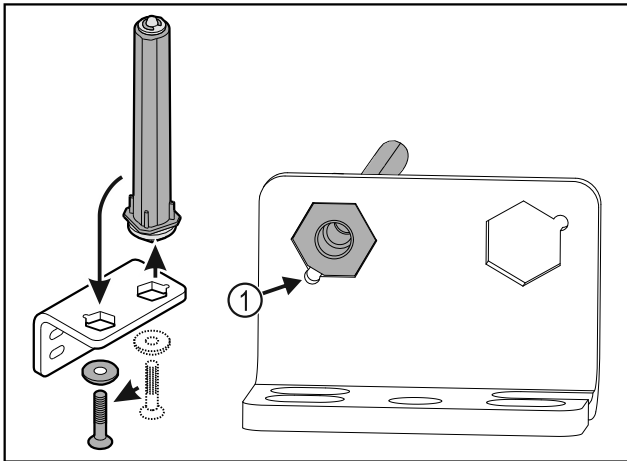

Fig. 31
- ▶ При поставянето внимавайте за това, скосяването на болта Fig. 31 (1) да сочи към кръглия отвор.